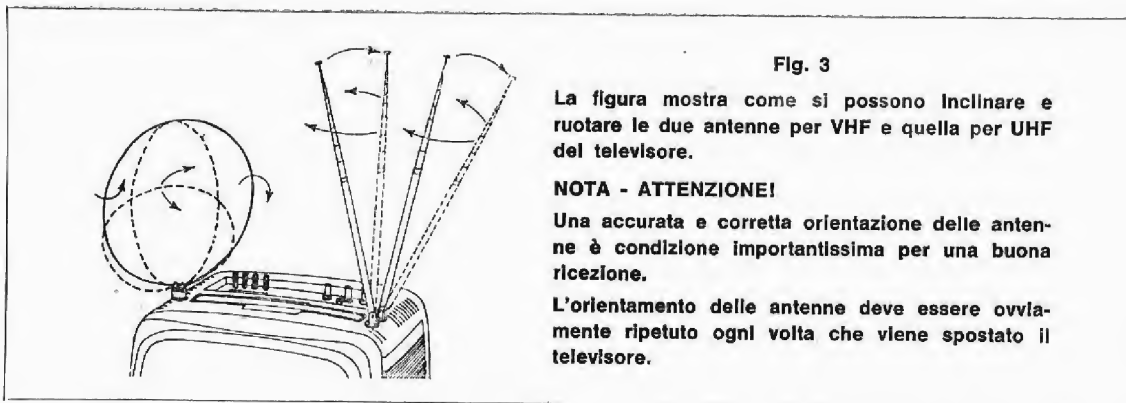

Fig. 3
la lunghezza) (fig. 3), in modo da avere la migliore qualità di immagine;
- orientare convenientemente l'antenna a cerchietto (ruotandolo od inclinandolo, ved. fig. 3), in modo da avere la migliore qualità di immagine;